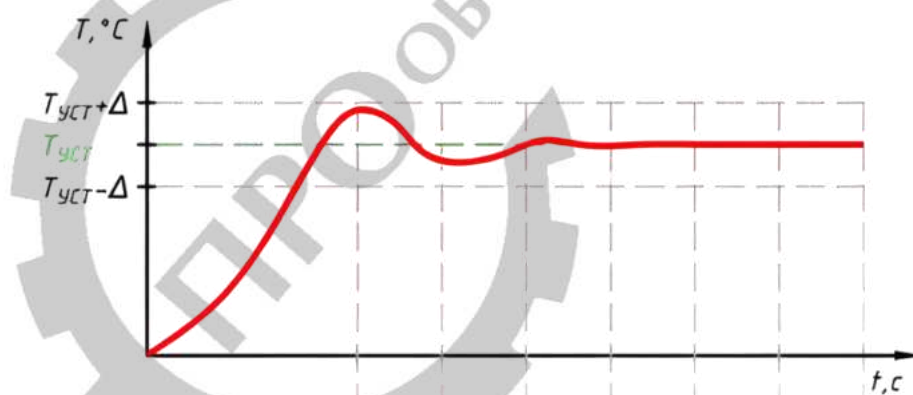

Рисунок 5 - Динамика стабилизации температуры системы
5. При достижении установленной температуры, система переходит в фазу стабилизации, при которой возможны отклонения в пределах ± 5 градусов. Это явление обусловлено динамикой ПИД-регулятора (см. Рисунок 5). После завершения процесса стабилизации температурные отклонения будут находиться в допустимых пределах, указанных в технической документации на оборудование ;